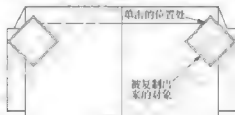

图 4-10
**步骤 3:** 将光标移到放置复制对象的位置单击，完成复制操作，如图 4-10 所示。